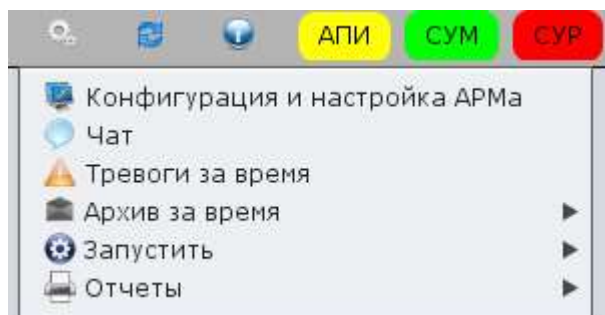

Рис. 86
9.1.1. Для настройки программы «Оператор» в «Дополнительном меню пользователя» (Рис. 86) (вызывается нажатием на «» в верхней части окна) предусмотрен пункт «Конфигурация и настройки АРМ».